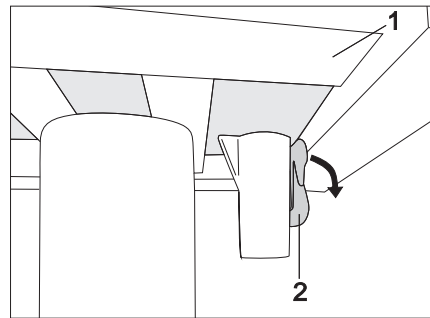

Fig. 94 Verrouillage de la table à une colonne (verrouillé)
- Pousser le levier d'arrêt (Fig. 94,2) vers le bas.
- Faire coulisser le plateau de table (Fig. 94,1) dans la position désirée.
- Pousser le levier d'arrêt (Fig. 94,2) vers le haut.